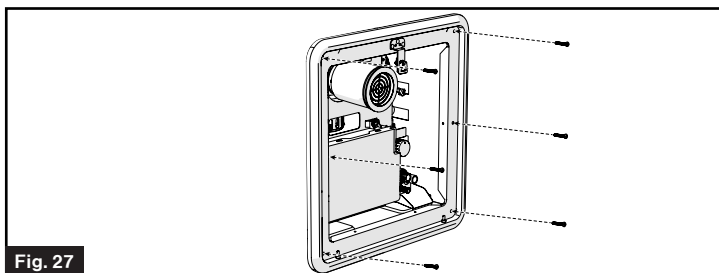

Fig. 27
- Fixez le cadre de la porte au cadre de la paroi latérale à l'aide de 6 vis à tête cylindrique #8 (min 1 po) (non fournies). Vérifiez qu'il existe un joint étanche entre la paroi latérale et le cadre de la porte. (Fig. 27)